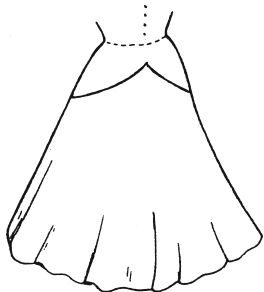

Рис. 280
- фигурная баска (рис. 280);
Выполните лекало для юбки «солнце», лишенной в верхней части сборок (рис. 280, 281, 283). Такая юбка имеет вид классического «солнца», то есть ровная вдоль линии соединения с верхом.